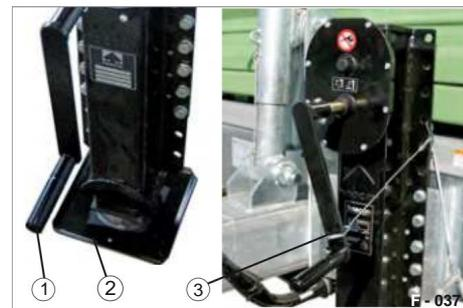

Fig. 51 Piede di appoggio represso
- ÿ Fissare la manovella con la fune di sicurezza (Fig. 51/3).
- ÿ Sollevare completamente la gamba di supporto (Fig. 51/2) in marcia alta, solo dopo aver agganciato il rimorchio.
- ÿ Posizionare la corda di sicurezza (Fig. 51/3) attorno alla manovella e fissarla con il gancio.